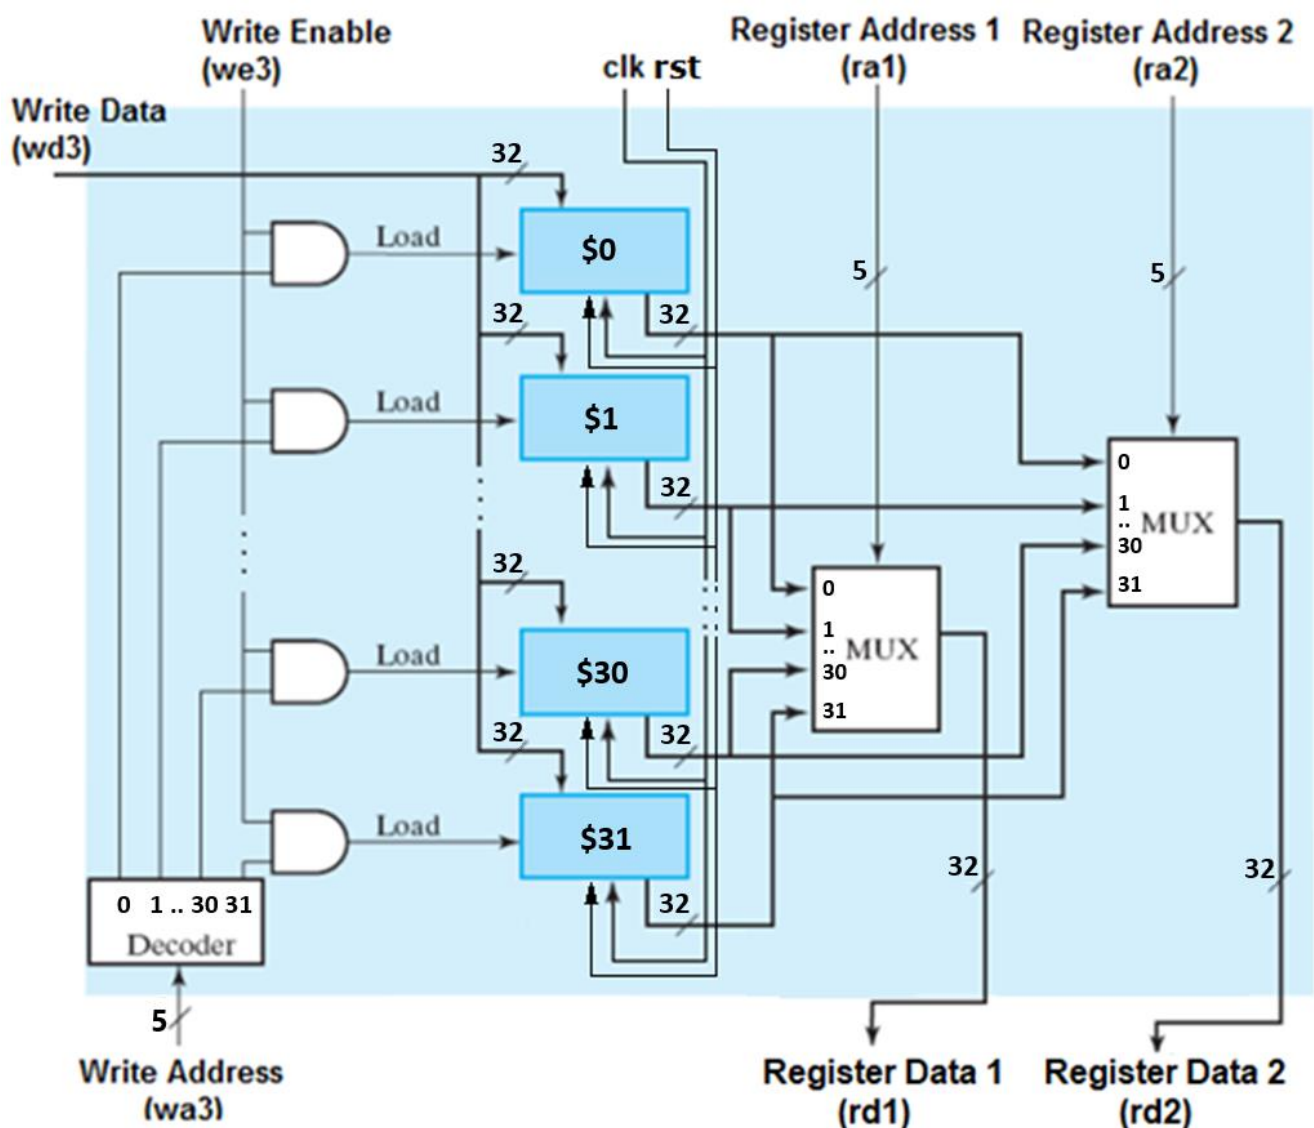

Figura 1 –Diagrama do módulo RegisterFile.
1. Faça a descrição de hardware de um módulo, denominado RegisterFile, que gere o circuito indicado na Figura 1, usando a linguagem Verilog/SystemVerilog.